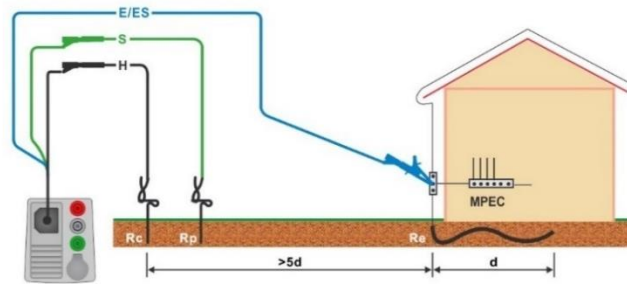
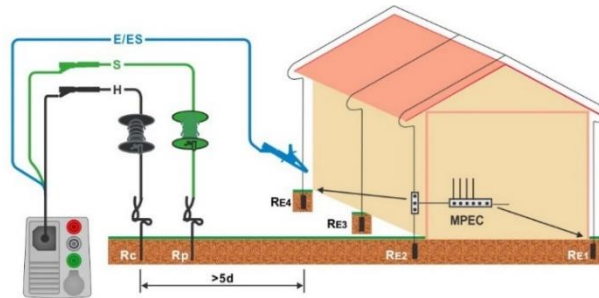

Fig. 4.71: Mätning av motstånd till Jord
Fig. 4.72: Mätning av motstånd till Jord med transientskydd
- Anslut 3-ledar testledningen till objektet som skall testas, se **Fig. 4.71** och **Fig. 4.72**.